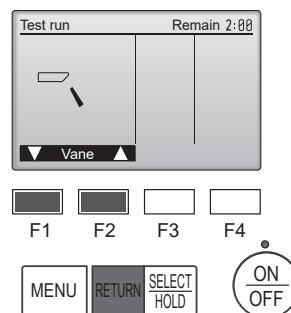

Fig. 6-6
- 1 Compruebe la paleta automática con los botones [F1] [F2]. (Fig. 6-6)